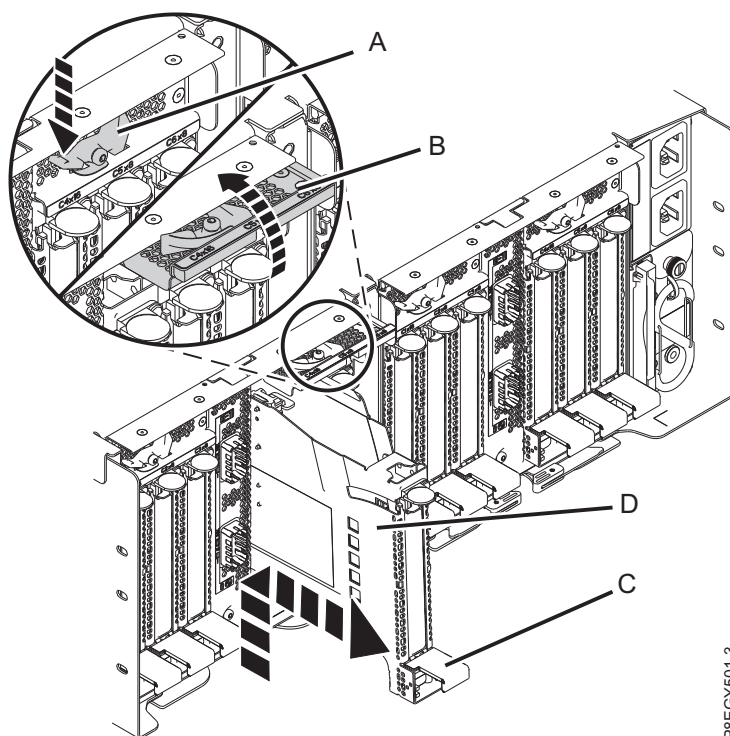

Abbildung 34. PCIe-Adapterkassette aus dem Einschub für PCIe3-Erweiterungen ausbauen
- a. Drücken Sie den Verriegelungshebel (A) am Zielsteckplatz (siehe Abb. 34). Dadurch wird die Verriegelungsklappe nach oben in die geöffnete Position geschwenkt. Siehe (B) in Abb. 34.
- b. Heben Sie den Kassettengriff (C) an und ziehen Sie die Kassette (D) aus ihrem Steckplatz (siehe Abb. 34).